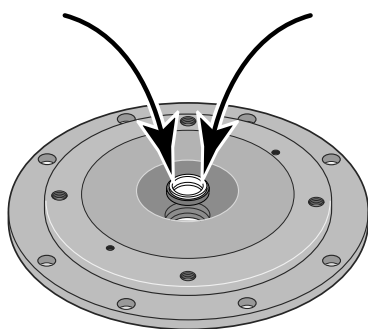

Figure 22 - Monter le joint neuf à la presse
- 3° Mettre la rondelle en carton propre sur la surface d'étanchéité. Avec la pression des pouces, pousser fermement la moitié du joint en céramique d'équerre dans la cavité du joint du dissipateur de chaleur en cuivre (voir la Figure 22). La surface polie du joint en céramique doit être orientée vers le joint. Si le joint ne repose pas bien, le déposer, le poser sur un établi en l'orientant vers le haut. Renettoyer la cavité. Le joint doit maintenant bien reposer.